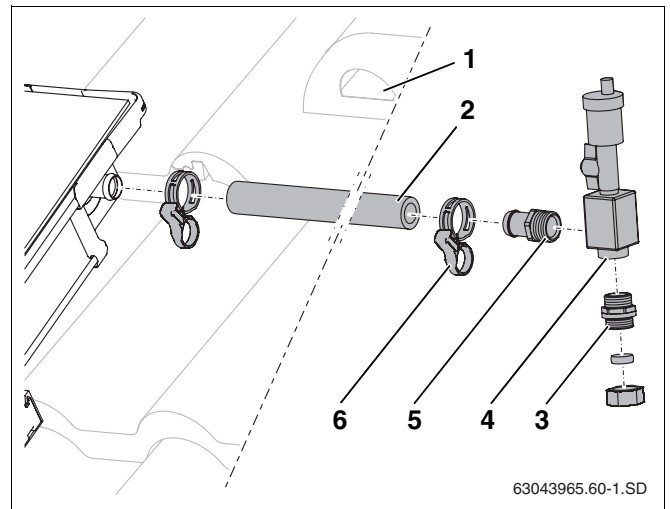

Fig. 56 Montaje del tubo solar a la conexión de impulsión
- ▶ Coloque el tubo solar largo (1.000 mm, fig. 56, **pos. 2**) en la conexión de impulsión del campo de colectores y fíjelo con una abrazadera.
- ▶ Introduzca el tubo solar junto con el cable de la sonda a través de la teja de ventilación (fig. 56, **pos. 1**) y del aislamiento del tejado.
- ▶ Enrosque fijamente la boquilla portatubo R $\frac{3}{4}$ con junta tórica (fig. 56, **pos. 5**) y la boquilla doble con junta tórica (fig. 56, **pos. 3**) en el acumulador de aire (fig. 56, **pos. 4**).
- ▶ Introduzca la boquilla portatubo hasta el tope en el tubo solar y fíjela con una abrazadera (fig. 56, **pos. 6**).
- ▶ Conecte el tubo colector a la rosca de conexión (fig. 56, **pos. 3**).